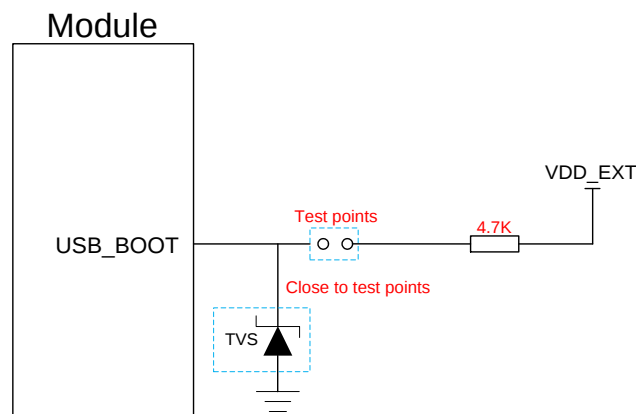

图 18: USB_BOOT 参考设计电路
2. 使用 MCU 控制模块进入强制下载模式时需按照如上时序图进行控制，在给模块 VBAT 上电前不建议上拉 USB_BOOT 到 1.8 V；如需手动进入强制下载，请按照图 18 所示短接测试点即可。
4.3. (U)SIM 接口